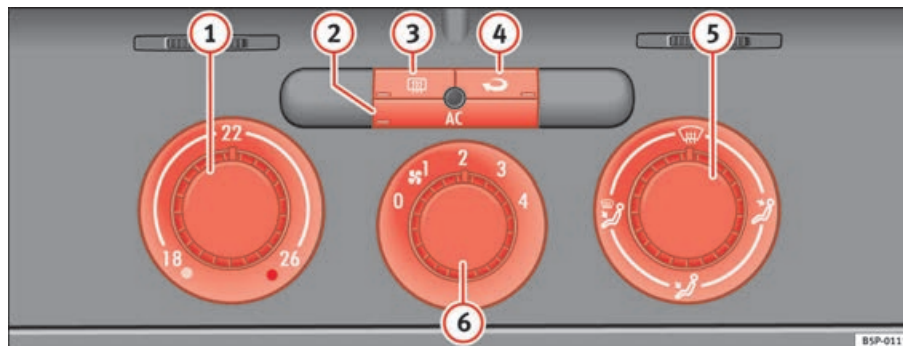

Fig. 130 Sulla plancia portastrumenti: i comandi del Climatic
- Ruotare verso destra la manopola di regolazione della temperatura ⇒ fig. 130 ① portandola sul livello desiderato.